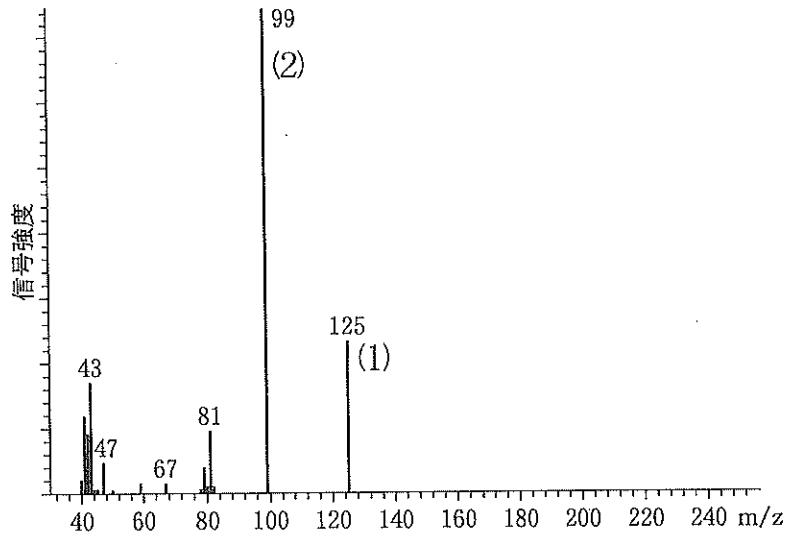

図 2-3 サリンのマススペクトル
次に図 2-3 (A)に神経ガスのサリンの構造式、(B)にそのマススペクトルを示す。